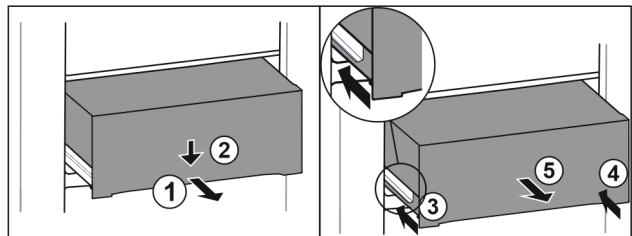

Fig. 72
- Lade er half uittrekken. Fig. 72 (1)
- Schuiflade aan de voorzijde omlaag drukken. Fig. 72 (2)
- Linker rail ca. 2 cm inschuiven. Fig. 72 (3)
- Rechter rail ca. 2 cm inschuiven. Fig. 72 (4)
- Lade naar voren toe verwijderen. Fig. 72 (5)